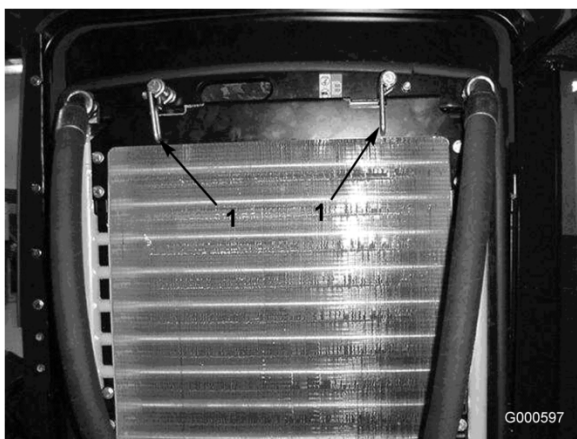

Figura 49
2. Rode os trincos (Figura 49) que fixam o dispositivo de arrefecimento de óleo ao chassi.